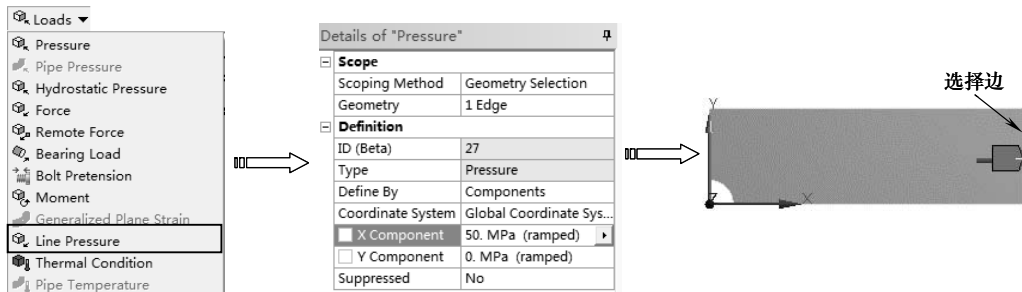

图 5-47 施加压力
1) 在【Outline (分析树)】中选择【Static Structural (B5)】节点，单击【Environment】工具栏上的【Loads】|【Line Pressure】命令，单击【图形】工具栏上的选择模式下的【Single Select (单选)】按钮 ，然后再单击【Edge (选择边)】按钮 ，在【Details of "Pressure"】窗口中单击【Scope】选项下的【Scoping Method】项，选择如图 5-47 所示边。单击【Geometry】项中的【Apply】按钮，在【X Component】文本框中输入 50MPa，如图 5-47 所示。